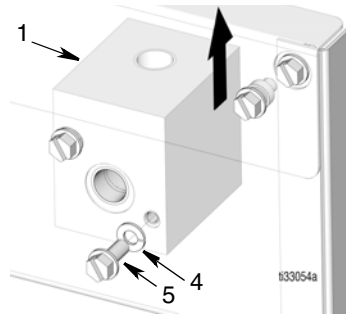

FIG. 22
7. Remova parafusos (5) e anilhas (4) da tubagem (2). Puxe a tubagem (2) para cima e para fora do compartimento do bar de óleo (FIG. 22).